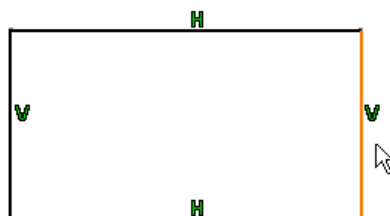

Рис. 131
3) Натиснути праву кнопку миші на елементі, який потрібно замінити (Рис. 131).